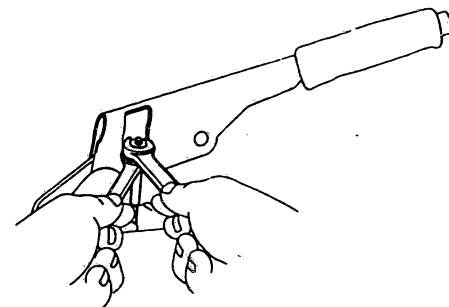

Bild 93 Sedan, Liftback, Coupé: Einstellung der Handbremse am Handbremshebel.
e) Die **Handbremse** wirkt mit Kabelzügen auf die Trommelbremsen hinten. Sie ist so einzustellen, dass die Hinterräder zwischen dem 4...7 Zahn der Handbremsbelarretierung blockieren. Die Einstellung erfolgt an der Schraube des Handbremshebels (Bild 93).